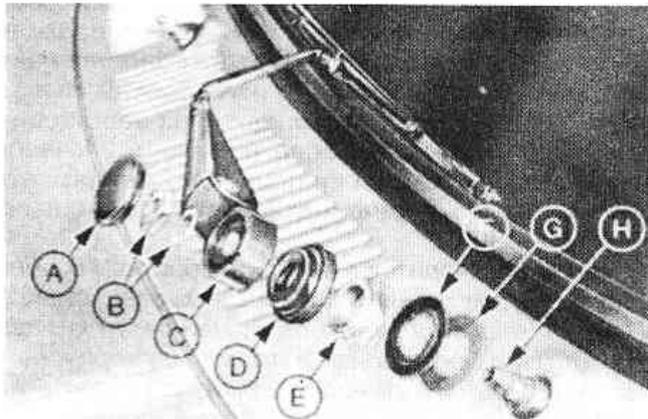

Рис.10.10. Рычаг стеклоочистителя и гайки, крепящие его к оси (Разд.22 и 24)
2. Удалите пластмассовую крышку с основания рычага стеклоочистителя, отверните гайку его крепления и снимите рычаг стеклоочистителя вместе с шайбой (Рис.10.10).